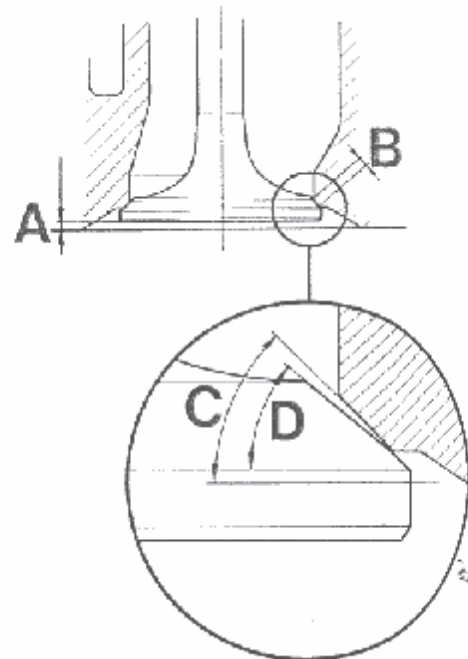

Abb. 12 Daten für das Einschleifen der Ventile und Ventilsitzringe
2. Die Ventilsitzringe mit einer Reibahle oder einer Schleifscheibe bearbeiten. Es ist nur so viel abzuschleifen, daß der Sitzring die richtige Form und eine gute Anliegendefläche erhält. Der Sitzwinkel soll 45° und die Breite ("B", Abb. 12) 1,5 mm. Die Breite wird mit einer 30° igen bzw. 60° igen Reibahle oder Schleifscheibe zurechtgeschliffen.
3. Ventile reinigen und in der Maschine schleifen. Ventilsitzwinkel: $44,5^\circ$. Die Dichtfläche ist nur so viel abzuschleifen, daß sie "rein" wird. Wenn eine dünnere Kante als 1 mm von dem Ventilteller übrigbleibt, ist das Ventil wegzuwerfen. Auch Ventile mit verbogenen Schäften oder solche Ventile, bei denen das Maß "A", Abb. 12, 2,5 mm übersteigt, sind wegzuwerfen. Wird dieses Maß sogar bei Einbau eines neuen Ventils überschritten, muß der Zylinderkopf ausgewechselt werden.